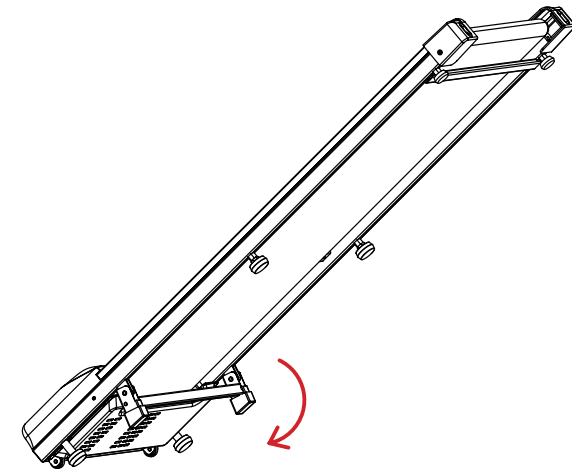

Figura 1
3. Ajuste de la inclinación: Levante la cinta de correr por el extremo posterior y patee el soporte de ajuste de la inclinación en la dirección de la flecha de la Figura 1, para que la cinta pueda alcanzar una inclinación mayor, luego gire la almohadilla del pie central hacia abajo hasta que se apoye en el suelo y mantenga el equilibrio, como se muestra en la Figura 2.